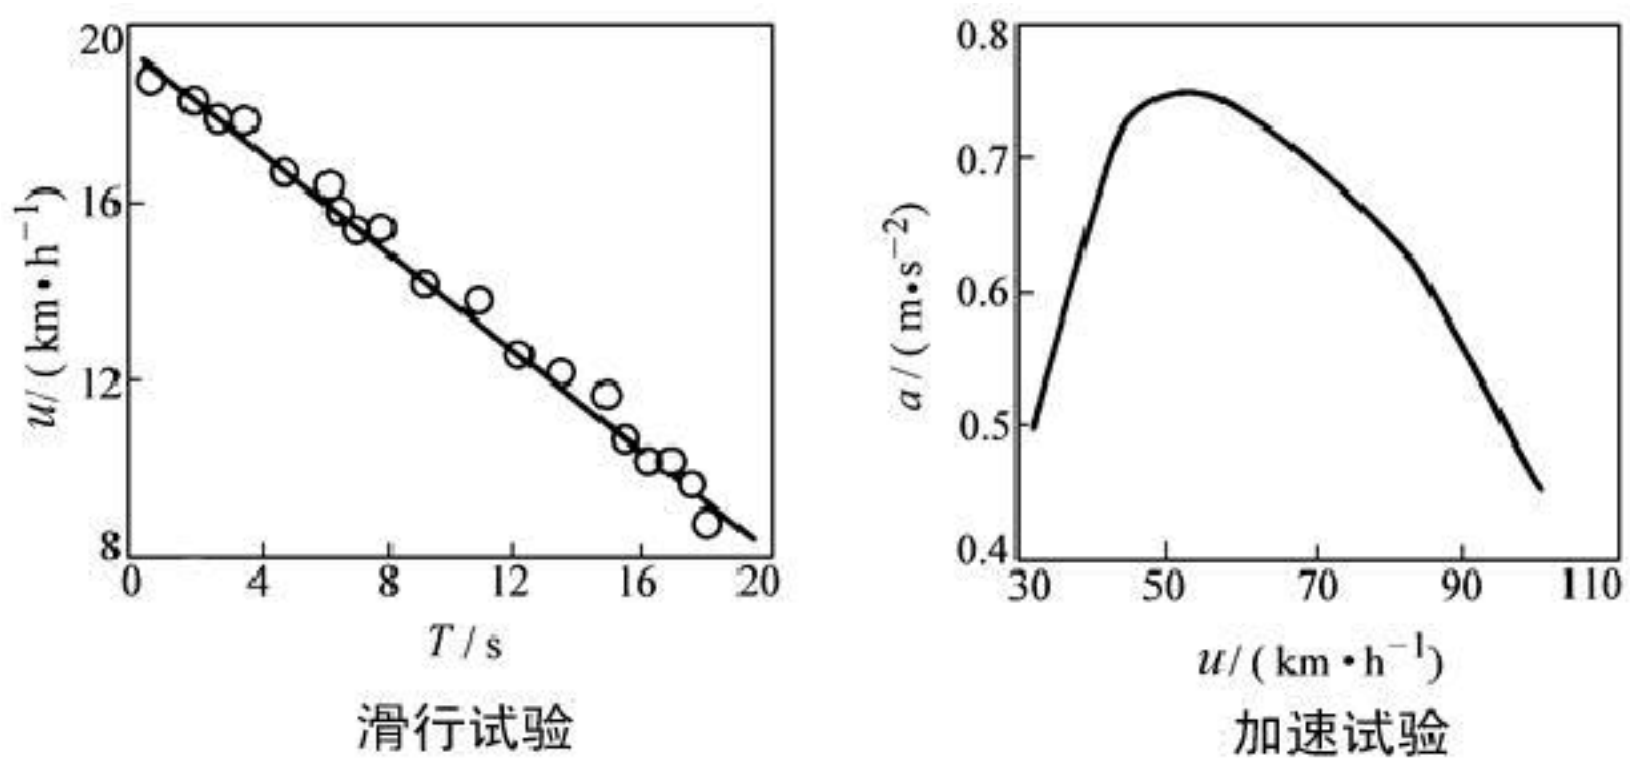

图1-4 低速滑行曲线与直接挡加速度曲线
1.42 一辆后轴驱动汽车的总质量为 2152kg，前轴负荷52%，后轴负荷 48%，主减速器传动比 $i_0=4.55$ ，变速器各挡传动比如下： 1挡3.79，2挡2.17，3挡1.41，4挡1.00，5挡0.86。质心高度 $h_g=0.57\text{m}$ ， $C_D A=1.5\text{m}^2$ ，轴距 $L=2.300\text{m}$ ，飞轮转动惯量 $I_f=0.22\text{ Kg}\cdot\text{m}^2$ ，四个车轮总的转动惯量 $I_w=3.6\text{ Kg}\cdot\text{m}^2$ ，车轮半径 $r=0.367\text{m}$ 。该车在附着系数 $\varphi=0.6$ 的路面上低速滑行曲线和直接挡加速曲线如图 1-4所示。图上给出了滑行数据的拟合直线 $u=19.76-0.59T$ ， u 的单位km/h， T 的单位s，直接挡最大加速度 $u_{\max}=0.75\text{m/s}^2$ （ $u_a=50\text{km/h}$ ）。设各挡传动效率均为 0.90，求：